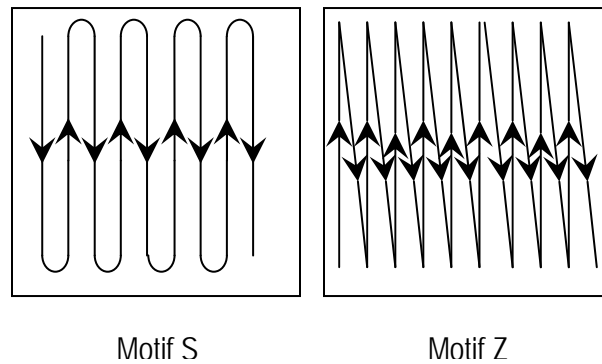

Figure 2. Orientation lors du deuxième passage
- Une fois terminé, plier le chiffon en deux en s'assurant que la poussière recueillie se retrouve vers l'intérieure. Essuyer maintenant perpendiculairement au premier passage en suivant le motif choisi précédemment (Figure 2).